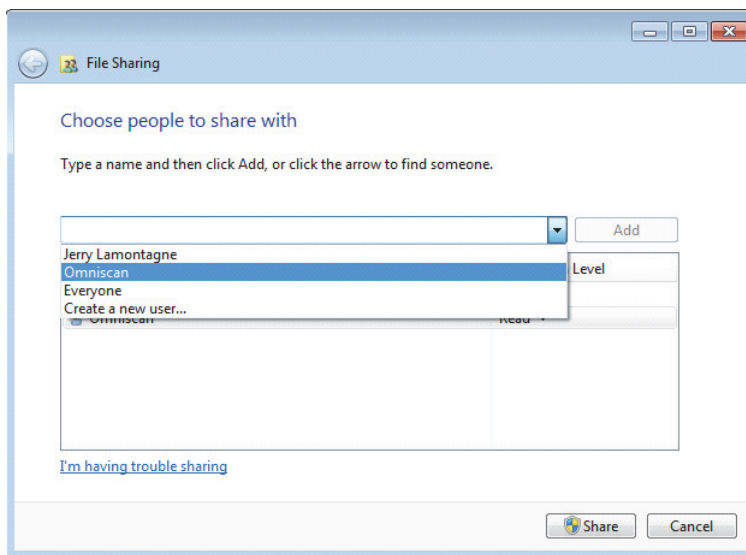

图 7-28 文件共享对话框 (Windows 7)
5. 在 **File Sharing**（文件共享）对话框中（参见第 218 页的图 7-28），选择 **Omniscan**，然后点击 **Add**（添加）。